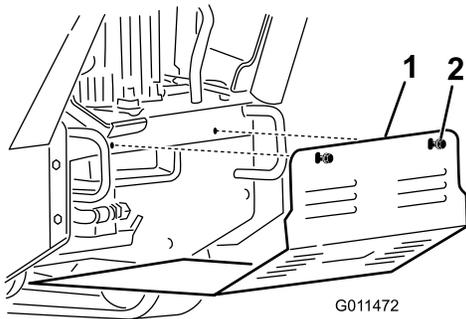

Figura 22
3. Allentate uno dopo l'altro i 2 bulloni che fissano lo schermo inferiore, fino a liberare completamente lo schermo (Figura 22).
5. Per montare lo schermo di protezione prima di mettere in funzione la macchina, fatelo scorrere nella macchina in modo che poggi su tutte e 4 le alette e fissatelo con i 2 bulloni che avete precedentemente allentato (Figura 22).